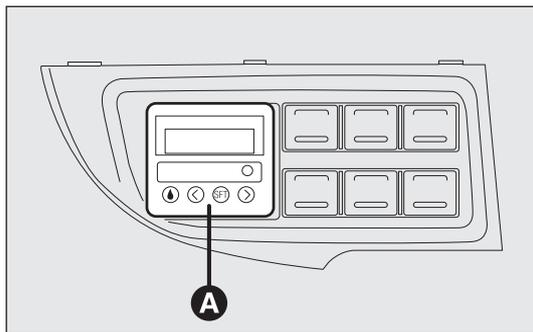

Abb. 54
- ein digitaler Timer A – Abb. 54 für das manuelle Einschalten der Heizung oder um die Uhrzeit für das Einschalten einzustellen.